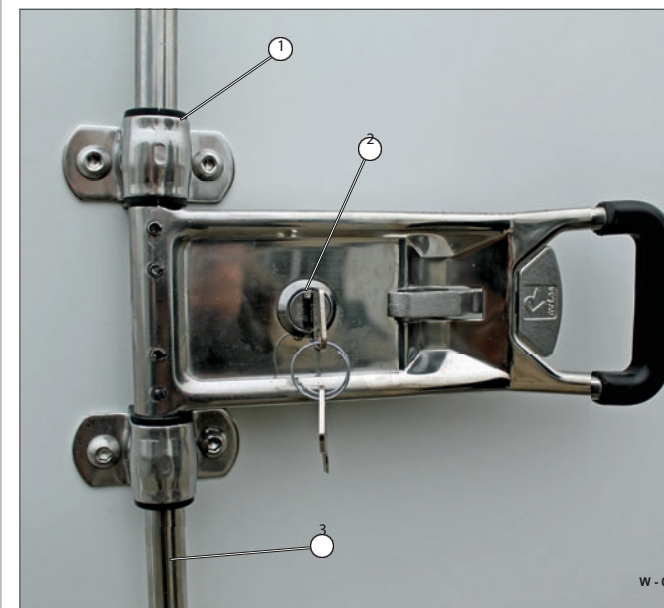

Fig. 6 Verificar o funcionamento
- ▶ Verificar a deformação dos pontos de apoio (Fig. 6/1).
- ▶ Verificar o funcionamento da fechadura do cilindro (Fig. 6/2).
- ▶ Verificar a espagnolette (Fig. 6/3) quanto a deformações.